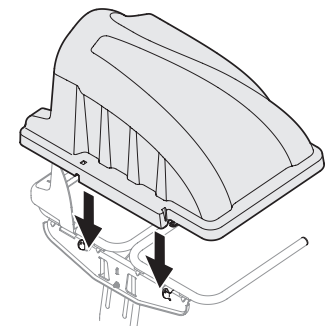

Figura 14
5. Instale la cubierta de la embolsadora en el conjunto de soporte de la bolsa, como se ve en la Figura 14. La cubierta va dentro de las dos lengüetas de montaje.